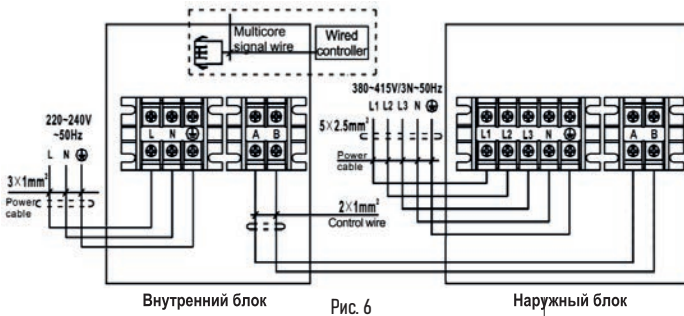

Рис. 6
2. Очистите от изоляции конец провода и установите на оголенную жилу клемму, обжав клещами. Подготовленный кабель подключите согласно схеме (рис. 6 приложения).